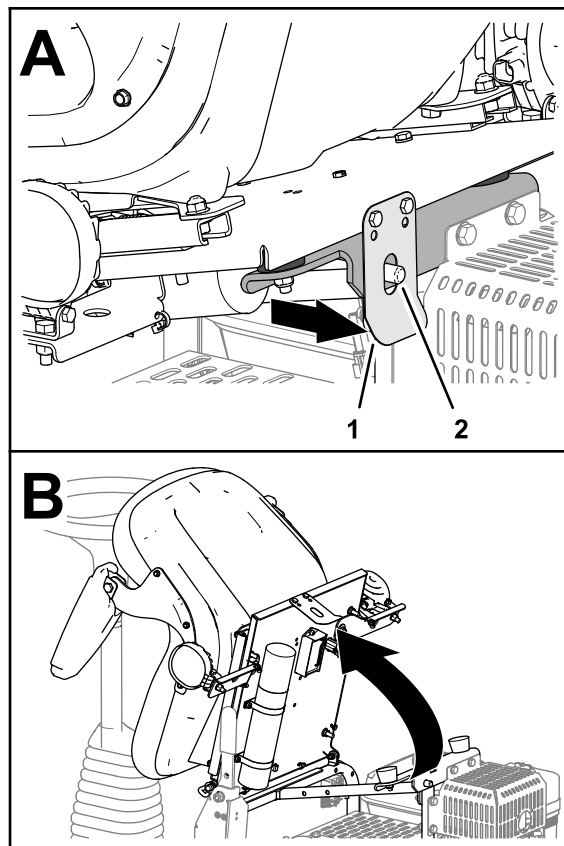

Рисунок 24
1. Оттяните назад защелку сиденья, чтобы освободить штифт защелки сиденья (Рисунок 24).
2. Наклоните сиденье вперед (Рисунок 24).